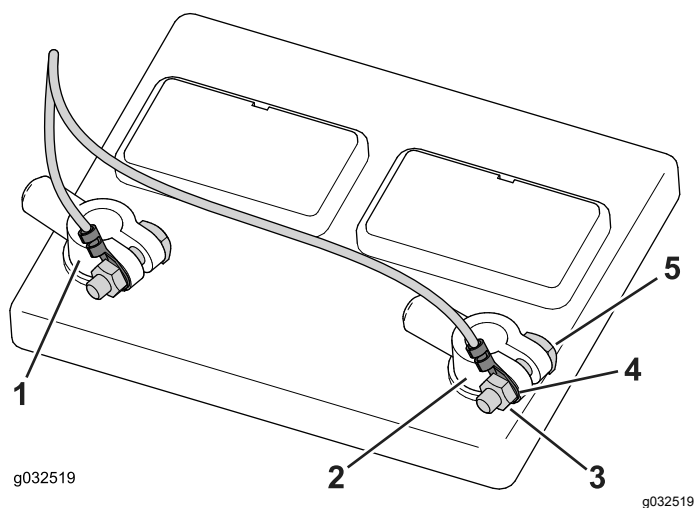

Figure 44
- Desserrez et retirez le collier de la borne négative puis le collier de la borne positive de la batterie (Figure 44).
3. Retirez les écrous des boulons de borne (Figure 44).
4. Placez la cosse négative (câble noir) sur le boulon de la borne négative et vissez légèrement l'écrou (Figure 44).
5. Placez la cosse positive (câble rouge) sur le boulon de la borne positive et vissez légèrement l'écrou (Figure 44).
6. Placez le collier de la borne positive sur la borne positive de la batterie, puis le collier de la borne négative sur la borne négative (Figure 44).